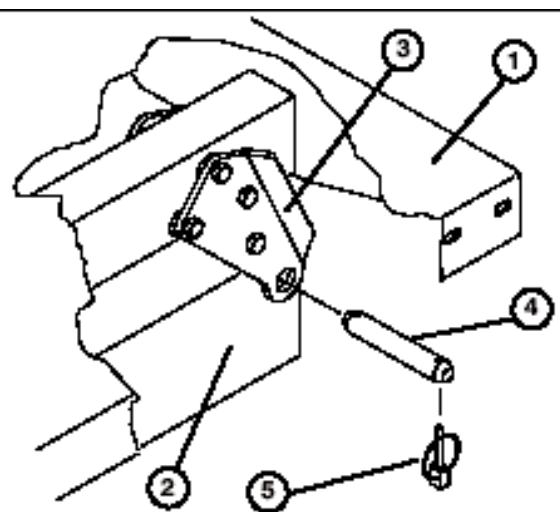

Bild 10
3. Nehmen Sie die Lastösenbolzen ab, mit denen die Zylinderstangenenden an den Pritschenbefestigungsplatten befestigt ist. Drücken Sie die Bolzen hierfür nach innen (Bild 10).
- Nehmen Sie die Klappstecker und die Lastösenbolzen ab, mit denen die Schwenkhalterungen an den Rahmenkanälen befestigt sind (Bild 10).
**Hinweis:** Achten Sie darauf, dass die Schwenkplatten am Pritschenrahmen bzw. -kanal so festgeschraubt sind, dass das untere Ende nach hinten abgewinkelt ist (Bild 10).
2. Setzen Sie die Pritsche vorsichtig auf den Fahrzeugrahmen. Richten Sie die hinteren Schwenkplattenlöcher der Pritsche mit den Löchern am hinteren Rahmenkanal aus und montieren Sie die (2) Lastösenbolzen und Klappstecker (Bild 10).
3. Befestigen Sie bei abgesenkter Pritsche jedes Ende der Zylinderstange mit einem Lastösenbolzen und einem Klappstecker an den entsprechenden Einschüben in den Befestigungsplatten der Pritsche. Setzen Sie den Lastösenbolzen von der Außenseite der Pritsche ein. Der Klappstecker sollte außen (Bild 10). Die hinteren Einschübe sind für die Montage der großen Pritsche und die vorderen Einschübe sind für die Montage der  $\frac{3}{4}$  Pritsche gedacht.